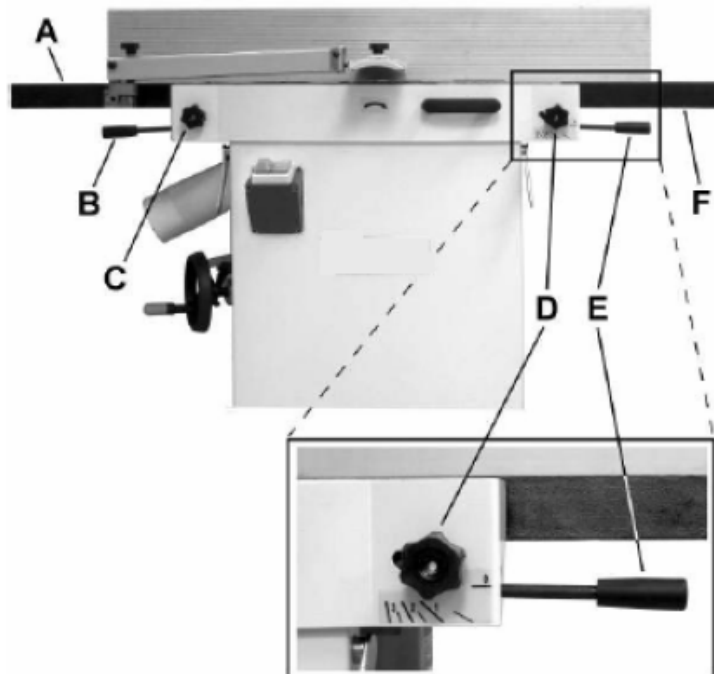

Figura 6
Referindo-se à Figura 6:
2. Solte o botão de trava (A) e deslize a proteção do cabeçote de corte (B, C) para limpar a mesa.
5. Coloque uma régua (D) na frente da mesa de saída (F) e estendendo-a sobre a mesa de entrada (G). Observe a posição da mesa de alimentação (G). Observe a posição da régua na Figura 6 em relação à cerca (H).
6. Levante a mesa de alimentação (G) até que ela entre em contato com a borda reta (D). A régua